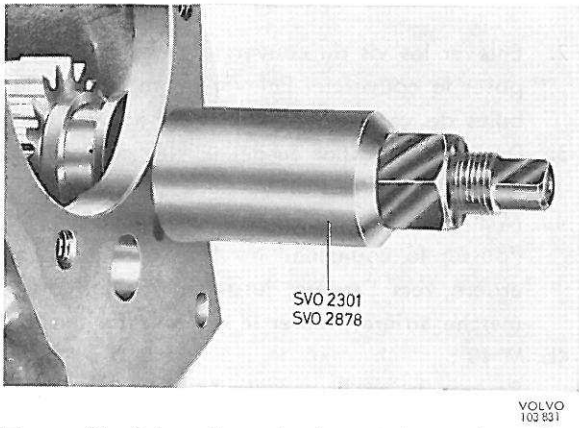

Figure 23. Démontage du pignon de marche arrière
10. Déposer les pignons d'arbre intermédiaire. Sortir l'arbre de marche arrière en se servant de l'extracteur SVO 2301 pour les arbres d'ancien modèle, à rainure fraisée et SVO 2878 pour les arbres de nouveau modèle à rainure tournée, figure 23. Sortir le pignon de marche arrière et les autres pièces.